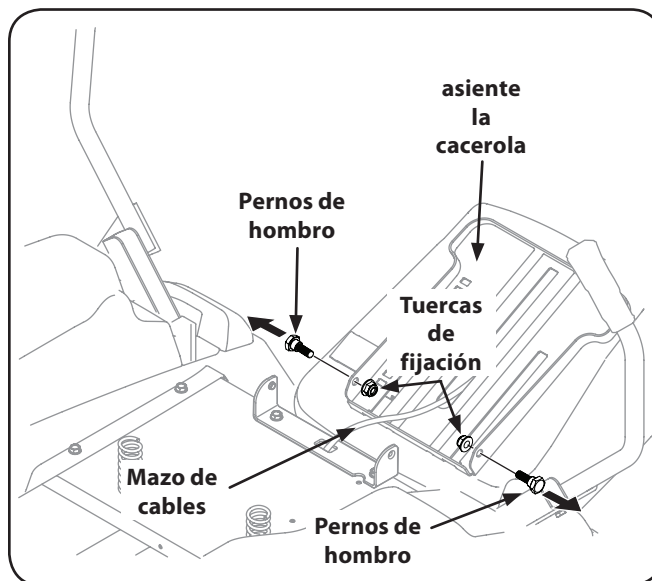

Figura 3-2
2. Quite los dos pernos de reborde y tuercas de sujeción en la ménsula del asiento como se muestra en la Figura 3-2.